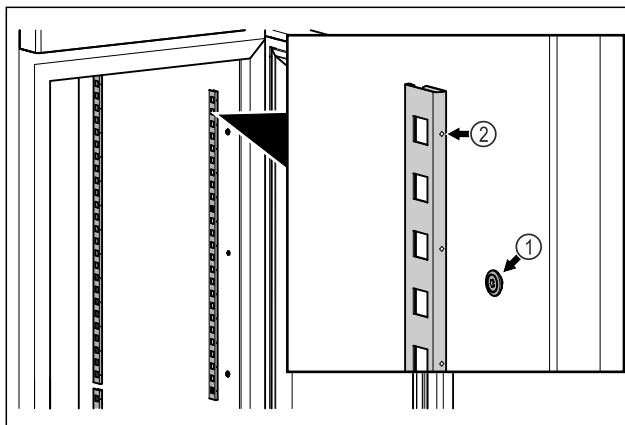

Fig. 79 例图
- ▶ 让止动条挂在悬挂装置 Fig. 79 (1) 上。标记 Fig. 79 (2) 必须指向前方。